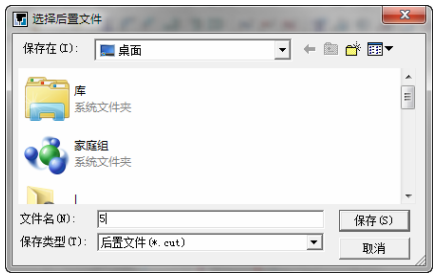

图 8-149 “选择后置文件”对话框
- 3) 选择下拉菜单“加工”→“后置处理”→“生成 G 代码”命令，系统自动弹出“生成后置代码”对话框。根据自己的意愿选择存取后置文件 (*.cut) 的地址。并要求用户填写后置程序文件名，可对其进行编辑，如图 8-149 所示。